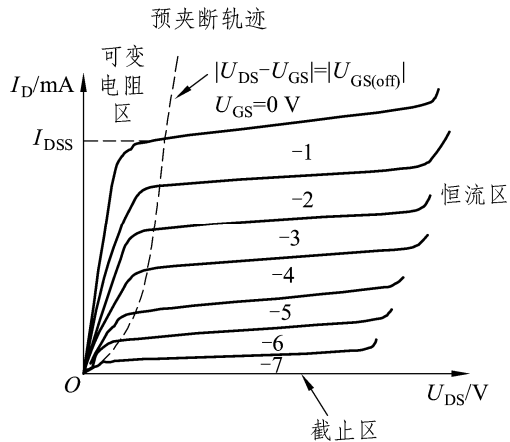

图 1.5.3 N 沟道 JFET 输出特性曲线
5. 输出特性是指当场效应管_____不变时, 漏极电流 I_D 与_____的关系, 其表达式为_____。N 沟道 JFET 输出特性如图 1.5.3 所示。
由图 1.5.3 可得, 场效应管输出特性分为三个区: _____、_____和_____。